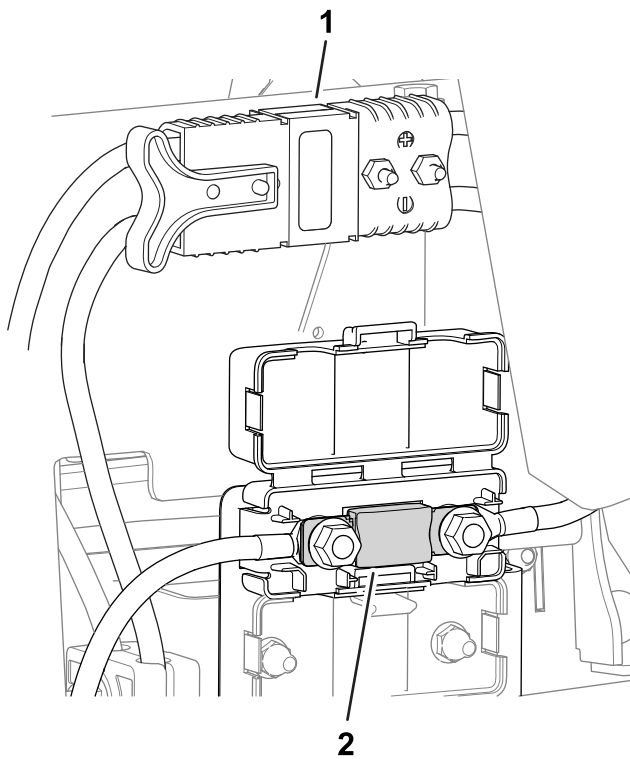

**Figura 45**
- O fusível do motor da roda esquerda (60 A) encontra-se sob a cobertura no lado esquerdo da máquina, junto dos fusíveis do circuito da transmissão do cilindro (Figura 45).